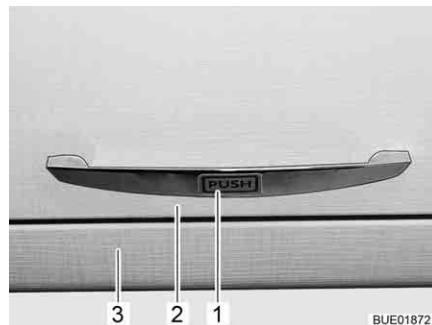

Bild 39 Möbelklappe mit Druckverriegelung
- Möbelklappe (Bild 39,2) am Griff (Bild 39,1) gegen den Schrankkorpus (Bild 39,3) drücken. Die Möbelklappe ist entriegelt.